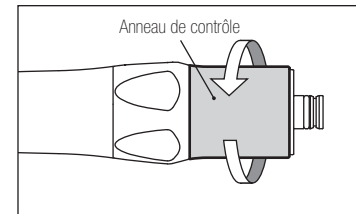

Fig. 10
- 1) Desserrez et enlevez l'anneau conique à l'arrière de la pièce à main. (Fig.10)